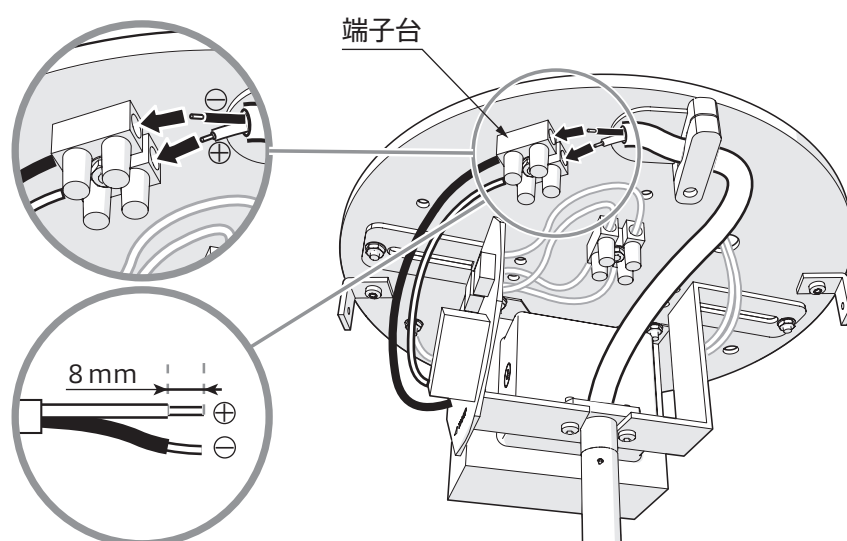

図 16
9. 取付金具とカバーキャップの取付穴(2ヶ所)の位置を合わせ、カバーキャップ固定ネジにて固定します。(図16)